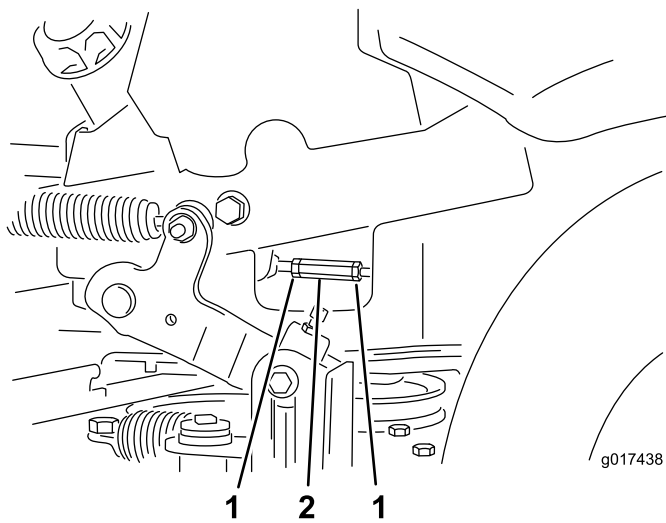

Bild 69
14. Stellen Sie die Länge der Pumpensteuerstangen ein, indem Sie die zwei Klemmmuttern lösen und die Einstellmutter so weit in die entsprechende Richtung drehen, bis sich das Rad leicht zurückdreht (**Bild 69**).
16. Ziehen Sie die zwei Klemmmuttern gegen die Einstellmutter (**Bild 69**).